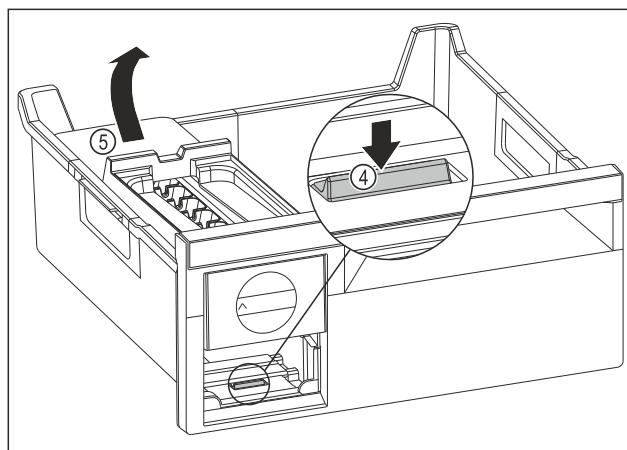

Fig. 171
- ▶ Vyjmutí korpusu EasyTwist-Ice: Lamelu Fig. 171 (4) zatlačte prstem směrem dolů a zároveň nadzvedněte druhou rukou korpus EasyTwist-Ice Fig. 171 (5) zezadu.